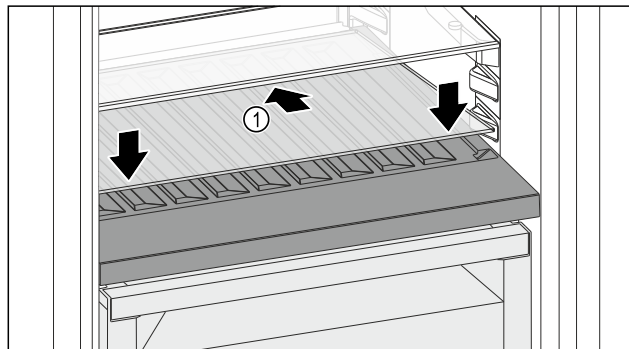

Fig. 125
- Поставете стъклената плоча Fig. 125 (1) косо и наклонена назад надолу.
- Спуснете стъклената плоча Fig. 125 (1) отпред.